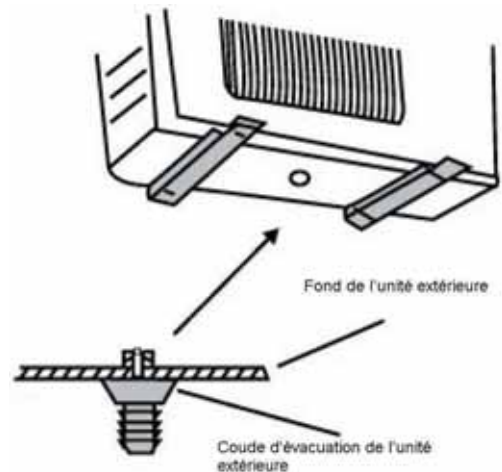

Fig. 24
**Installation:** Installer le coude d'évacuation extérieure dans le trou de  $\varnothing$  25 mm prévu sur la base, comme illustré en fig. 24 et relier le tuyau flexible d'évacuation au coude pour pouvoir évacuer l'eau accumulée dans l'unité extérieure.